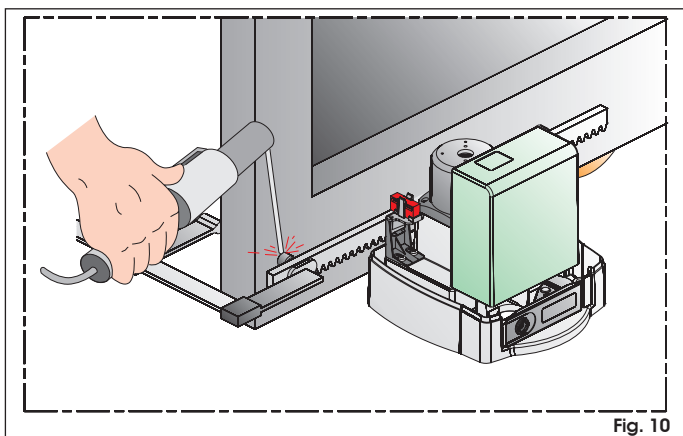

Fig. 10
4. Poser sur le pignon le premier élément de la crémaillère au niveau de la première entretoise (fig. 10).
5. Fixer l'élément de la crémaillère au vantail avec un étau (fig. 10).
10. Solder les trois entretoises de l'élément (fig. 10).